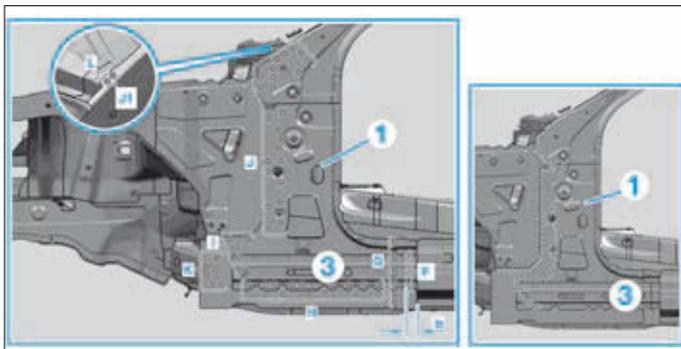

FIG. 56
- Tracer puis découper sur le renfort offset (3) dans la zone (F) (Fig.56).
- Dégager les points bouchons MAG sur la partie intérieure du montant A (1) dans la zone (L).
- Fraiser les points de soudure et l'assemblage soudé sur la partie intérieure du montant A (1) dans les zones (G, H, I, J, J 1 et K).